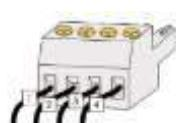

Fig. 4-47 Asegure el cable
- 3) Asegure el cable a la base del terminal (Fig. 4-47).